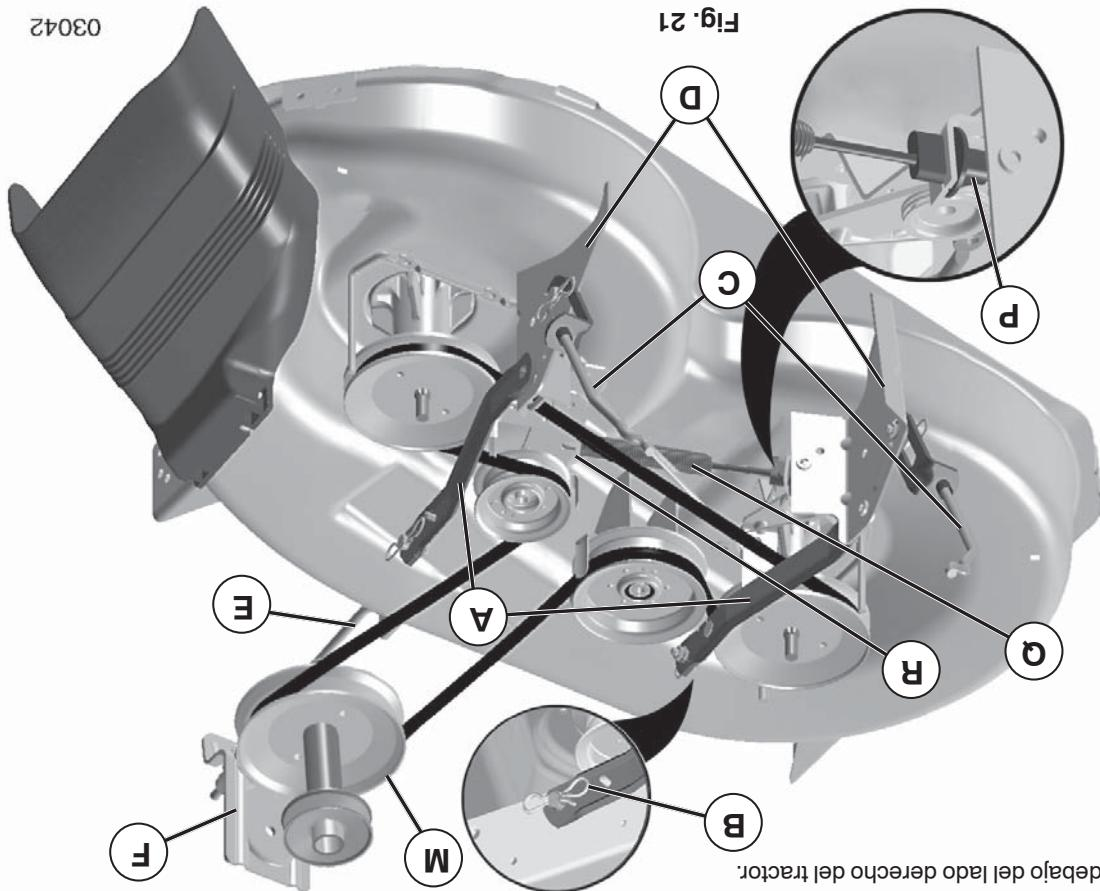

Fig. 21
**IMPORATANTE:** SI SE MONTA UN ACCESORIO DIFERENTE DEL CORTE, SEDE AL TRACTOR, HAY QUE QUITAR EL ESTRIBO FONTRAL (E) Y LOS ESTRIOS TRASEROS DE ELEVACIÓN (C) DEL TRACTOR, ENGAÑOCHAR EL RESORTE DE EMBRAGUE (G) EN LA GUÍA DEL CABLE EN EL BORDE FRONTAL DEL SALPICADERO MAS BAJO.
**PARA DESMONTAR LA CORTADORA DE CESPE (Vea Fig. 21)**